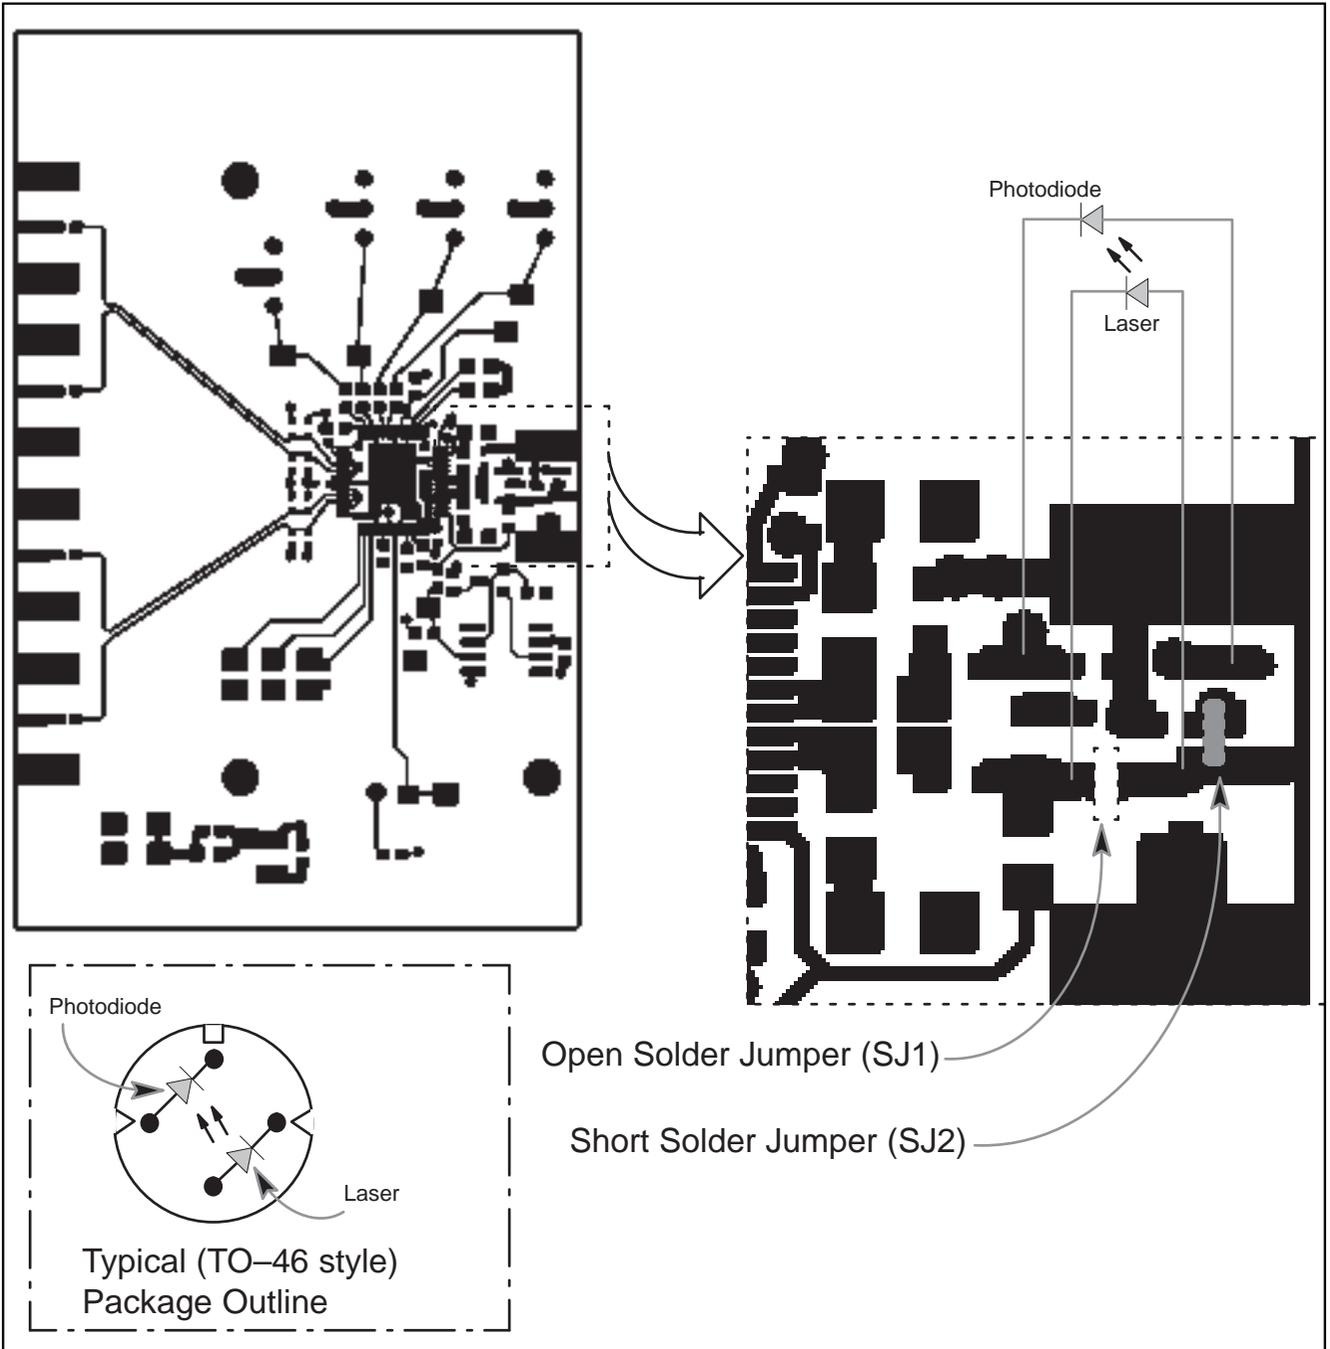

図1. 光学的评价用接続図
4) TO式ヘッダレーザ及びモニタダイオード(図1)を下記の方法で接続します。